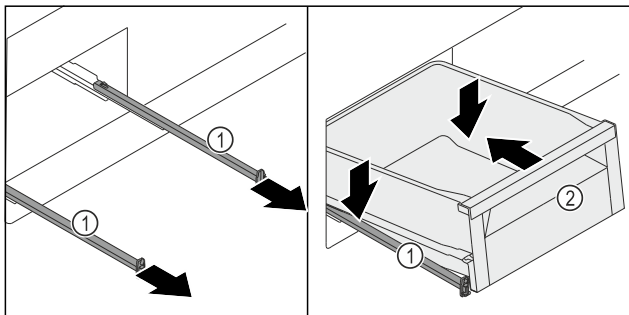

Fig. 136
- Sortir les rails Fig. 136 (1).
- Maintenir les rails Fig. 136 (1) et installer le tiroir Fig. 136 (2) incliné du haut sur les rails Fig. 136 (1).
- Pousser le tiroir Fig. 136 (2) sur les rails Fig. 136 (1) vers l'arrière jusqu'en butée.